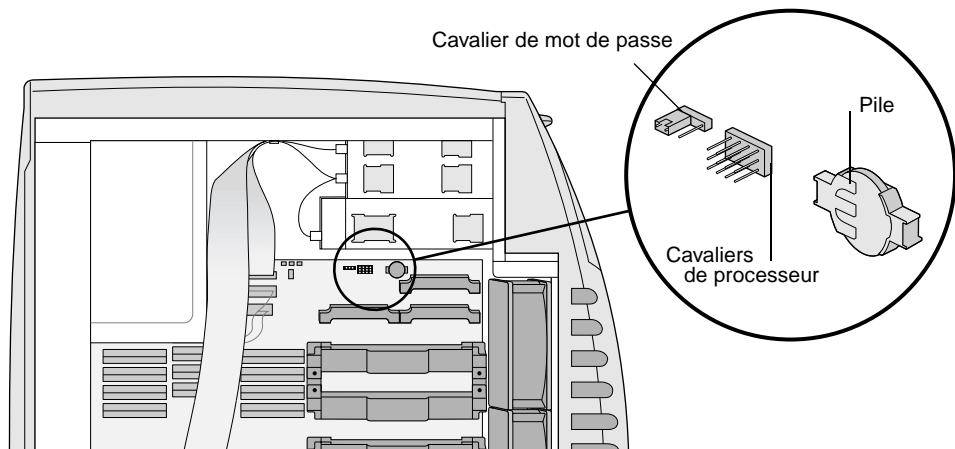

Figure 8-2 Repérage du cavalier de mot de passe
6. Repérez le cavalier de mot de passe sur la carte mère. Il se trouve à côté des régulateurs de tension supérieurs, à gauche des cavaliers de processeur (voir Figure 8-2).